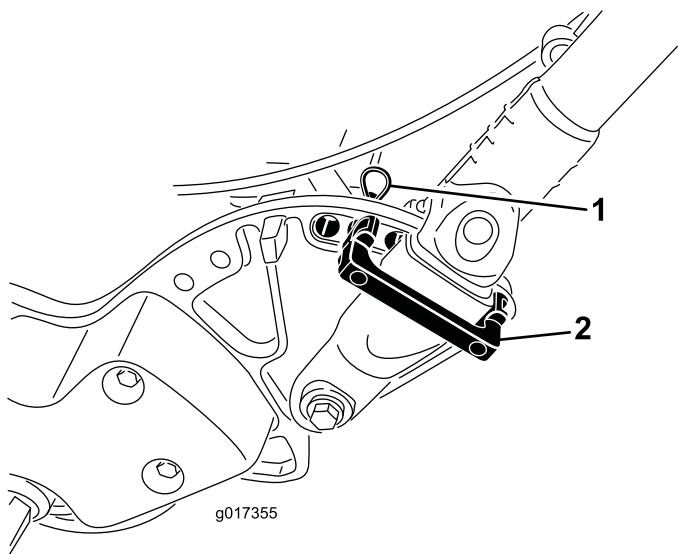

图28
1. 卸下剪草机各侧手柄卡环上的发卡销 (图28)。
2. 当撑住手柄时，取下两侧的发卡销，然后将手柄旋转到所需的操作位置（图28）。